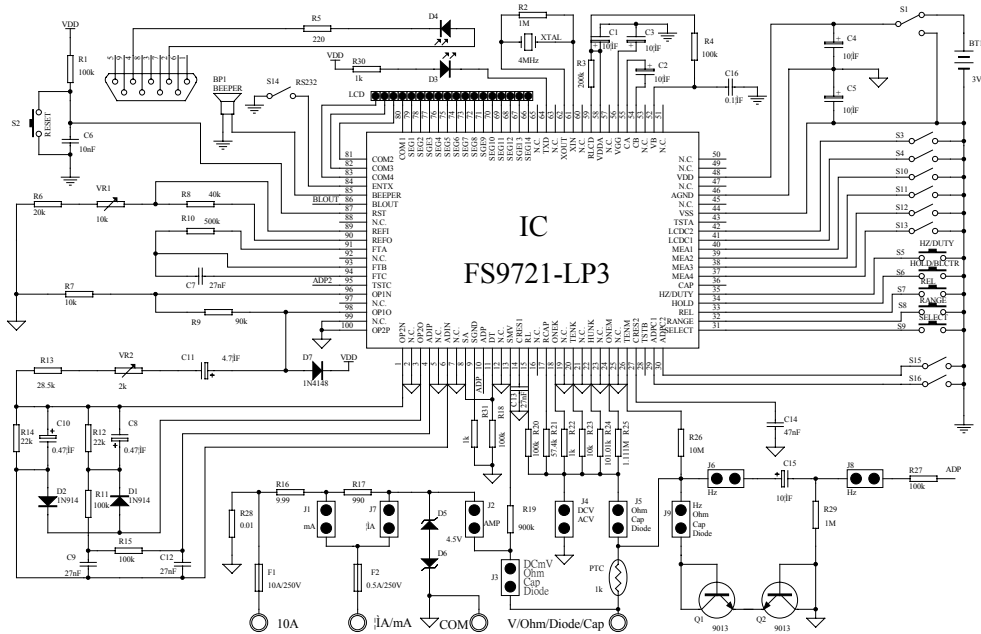

图3 100 PIN 通用电路总图
注：①Jump栏中JX表示在图3和4图通用线路总图上该测量功能的JX是接通的。
②在Auto模式下，ACV档位按RANGE键才能选择到ACmV量程。
③TSTB=1，电流档以400mV/4V输入；TSTB=0，电流档以40mV/400mV输入。详见“13.14 电流测量”说明。
④此档位是以ADP路径输入测量 Hz/Duty。
⑤ADP可输入400.0mV/40.00mV，自动跳档，分别显示4000，400.0。
⑥在“1101”编码下，当CAP=1按SELECT是Ω/Diode/Continuity切换；当CAP=0按SELECT是Ω/Diode/Continuity/ Cap. 切换。